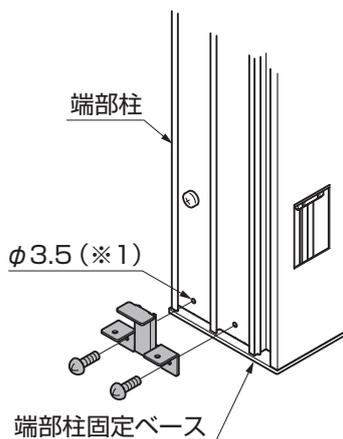

図6-2 柱を埋込まない場合
- 柱を埋込まない仕様の場合には、(※1)の穴をガイドにφ3.5の穴を端部柱固定ベースにあけてください。(図6-2参照)